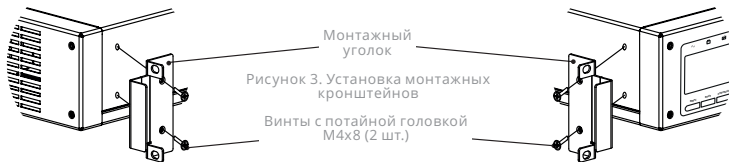

Рисунок 3.1 Установка монтажных уголков
1. Установить ИБП на ровную и твёрдую поверхность, чтобы передняя часть устройства была расположена перед пользователем. Установить монтажные уголки на крепёжные отверстия с каждой стороны ИБП и закрепить их винтами с потайной головкой M4x8 из комплекта поставки (см. Рис. 3.1).